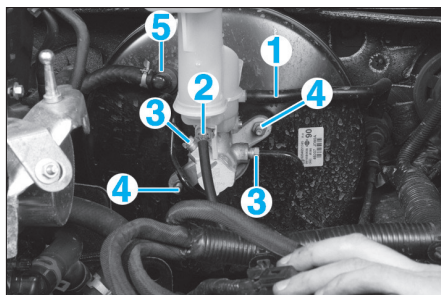

Fig. 11
- Désaccoupler le tuyau d'alimentation de l'émetteur d'embrayage (1) (Fig.11).
- Débrancher le connecteur (2).
- Désaccoupler les canalisations (3).
- Débrancher le tuyau de dépression du servofrein (5) (Fig.11).